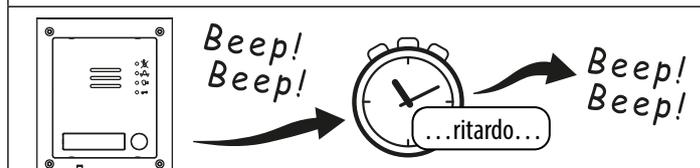

Fig. 64
3. Accendere il modulo GSM PRO: verranno emessi 2 bip, seguiti da un breve ritardo e da altri 2 bip, come indicato nella **Fig. 64**.